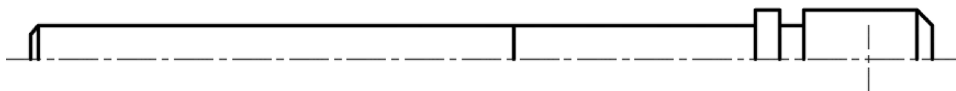

图 12-55 延伸操作的图形效果
11) 延伸操作。在功能区“默认”选项卡的“修改”面板中单击“延伸”按钮, 指定水平中心线作为边界边, 按〈Enter〉键, 接着分别在要延伸端附近选择要延伸的对象, 以获得图 12-55 所示的延伸效果。